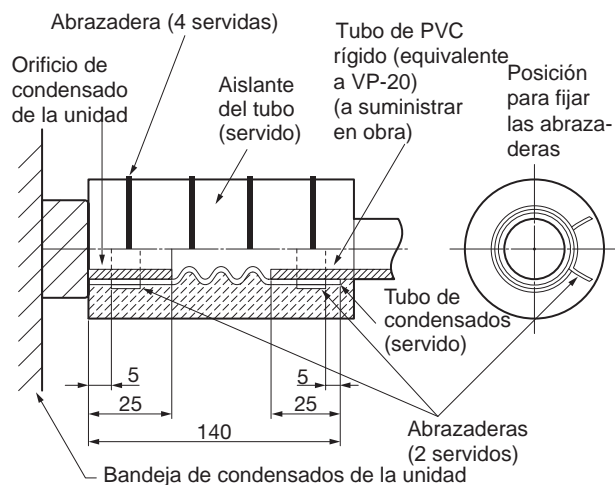

Fig. 3-80
- Fije de manera que el cierre de la abrazadera quede del lado del orificio de vaciado. (Fig. 3-80)